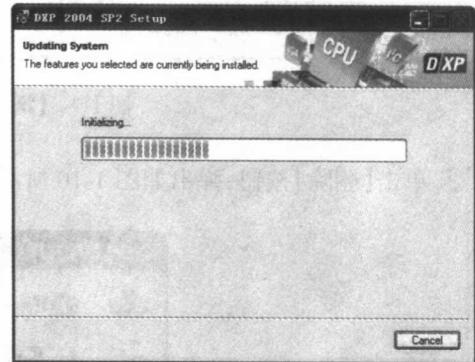

图 1-7 复制文件过程
⑦ 出现系统提示要安装 DXP 2004 SP2 的软件，单击【Next】按钮，进入如图 1-7 所示的窗口。